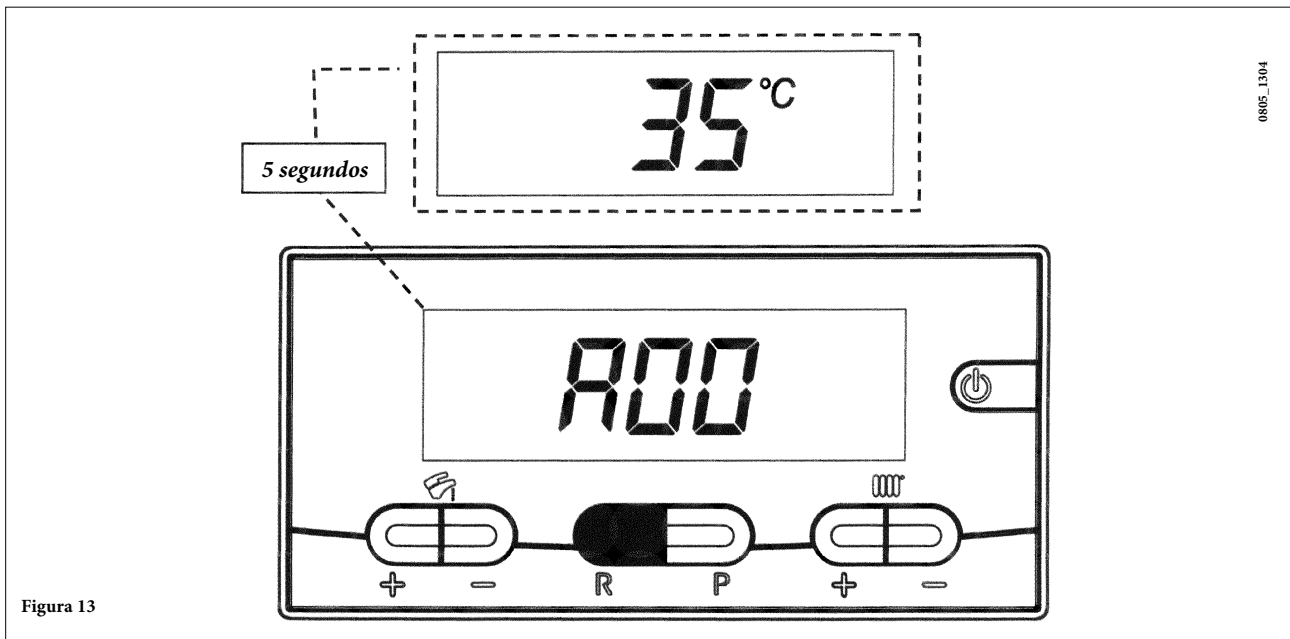

Figura 13
- Mantener pulsada la tecla (R) durante unos 6 segundos. Cuando la función está activada, la pantalla visualiza la indicación "A00" (... "A07") alternada con el valor correspondiente (figura 13);